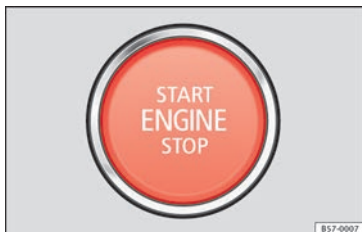

Fig. 171 Sur la partie inférieure de la console centrale : touche de démarrage.
3.	Appuyez brièvement sur la touche de démarrage » fig. 171 sans appuyer sur l'accélérateur. Le moteur ne pourra démarrer qu'en présence d'une clé valide dans le véhicule. Après avoir démarré le moteur, le voyant du bouton (START ENGINE STOP) s'allume fixement pour indiquer que le moteur tourne.
5.	Appuyez brièvement sur la touche de démarrage » fig. 171. Le bouton (START ENGINE STOP) se remet à clignoter. S'il n'est pas possible de couper le moteur, il faudra procéder à une désactivation d'urgence » page 185.